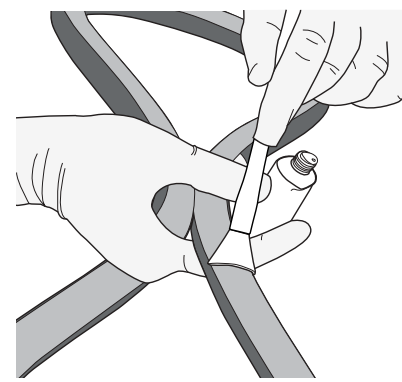

Figura 32: Encha o pneu até a fita base ficar exposta. Aplique uma fina camada de cola.
4. Encha o pneu até que ele role e a fita base fique exposta (Figura 32).